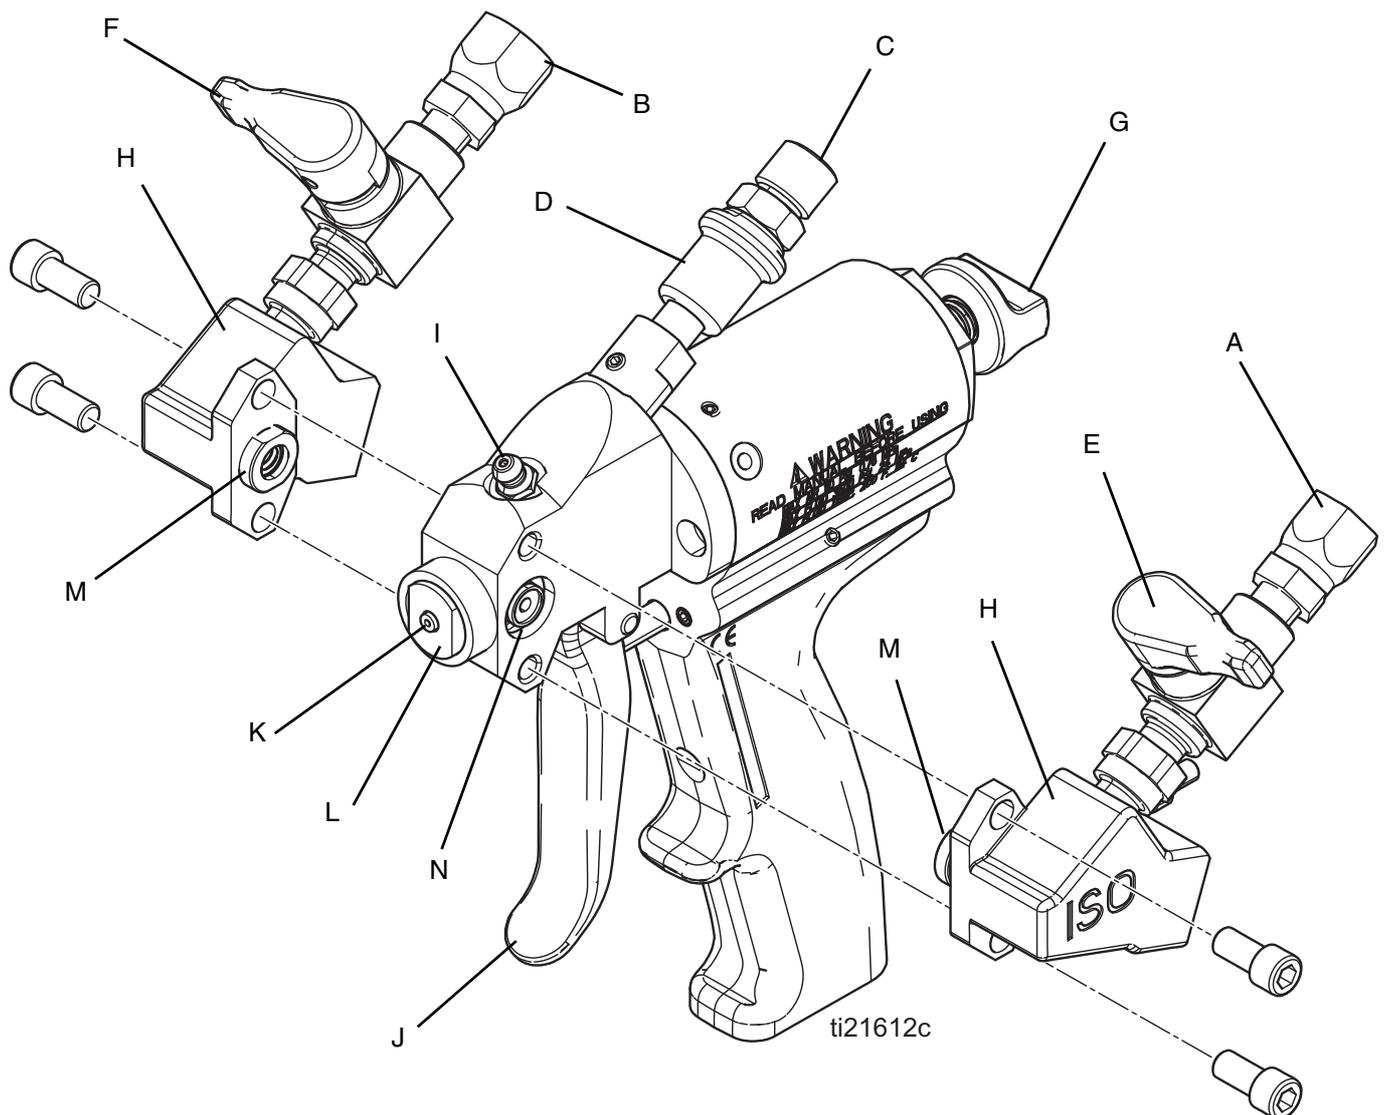

FIG. 1: Composants du pistolet Probler P2
3. Enclencher le verrou de sûreté du piston (G). Voir **Verrou de sûreté du piston**, page 12.
4. Raccorder le flexible isocyanate côté A au raccord de flexible JIC ISO (A), puis le flexible résine côté B au raccord de flexible JIC RES (B) du pistolet P2. Voir FIG. 1, page 8.
5. Raccorder le flexible NPS 1/4" d'alimentation en air fourni au raccord du flexible d'air d'alimentation (C) du pistolet P2. Voir FIG. 1, page 8.